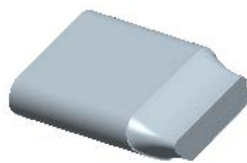

图 17.26 着色后的体积块
Step3. 在“体积块分割”操控板中单击 **体积块** 按钮，在“体积块”界面中单击 **3** ☒ **体积块_3** 区域，如图 17.26 所示，然后在选中的区域中将名称改为 SLIDE_VOL_3；取消选中其余的体积块。